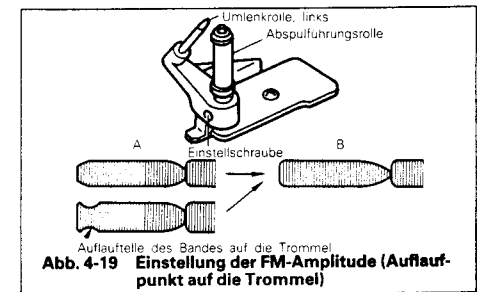

Abb. 4-19 Einstellung der FM-Amplitude (Auflaufpunkt auf die Trommel)
- (7) Werden die obengenannten Bedingungen nicht erfüllt, so muß die FM-Wiedergabe neu eingestellt werden.
(8) Dazu müssen die Einstellschrauben der Abspul- und der Aufspulführungsrollen ein wenig gelöst werden.
(9) Ist die FM-Amplitude ähnlich der von "A" in Abb. 4-19, so muß die Abspulführungsrolle so eingestellt werden, daß die Wellenform der von "B" entspricht.